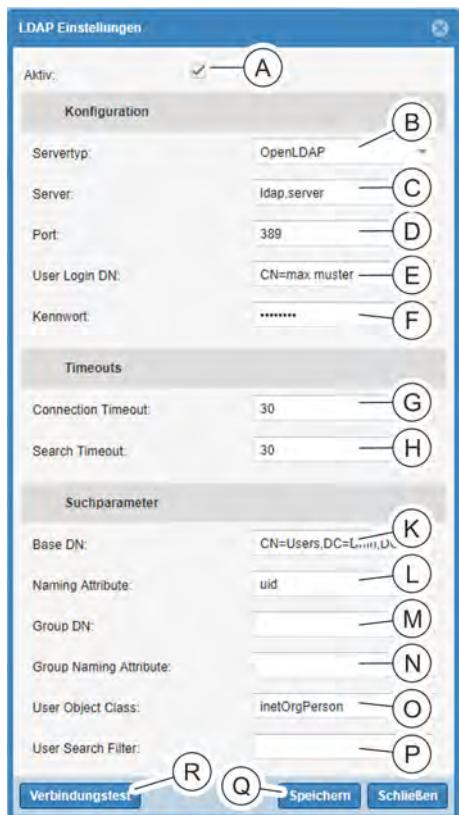

Fig. 144 : Fenêtre « Paramètres LDAP »
*Les champs de saisie « Group DN » (Fig. 144 /⑩), « Group Naming Attribute » (Fig. 144 /⑪) et « User Search Filter » (Fig. 144 /⑫) ne sont pas encore supportés dans la version actuelle et ne peuvent pas être utilisés.*
2. ➔ Cliquer sur la case « Activé » (Fig. 144 /Ⓐ) pour activer le service LDAP.
3. ➔ Dans le menu de sélection « Server Type », sélectionner le type de serveur du service d'annuaire utilisé (Fig. 144 /Ⓑ).
4. ➔ Saisir l'adresse IPv4 ou IPv6 ou encore le nom d'hôte du serveur du service d'annuaire (Fig. 144 /Ⓒ).
5. ➔ Saisir le port pour le service LDAP (le port standard est 389) (Fig. 144 /Ⓓ).
6. ➔ Pour la connexion au service d'annuaire, saisir l'utilisateur (User Login DN) (Fig. 144 /Ⓔ) et le mot de passe correspondant (Fig. 144 /Ⓕ).
7. ➔ Le cas échéant, saisir une valeur timeout pour l'établissement de la connexion avec le service d'annuaire, comprise entre 1 et 60 secondes (la valeur standard est 30 secondes) (Fig. 144 /Ⓖ).
8. ➔ Le cas échéant, saisir une valeur timeout pour la recherche dans le service d'annuaire, comprise entre 1 et 500 secondes (la valeur standard est 30 secondes) (Fig. 144 /Ⓗ).
9. ➔ Pour la recherche dans le service d'annuaire, saisir le point d'entrée (Base DN) (Fig. 144 /Ⓘ).
10. ➔ Si besoin, adapter le « Naming Attribute » (Fig. 144 /Ⓛ). Lors du choix du type de serveur, celui-ci est automatiquement réglé sur « sAMAccountName » pour « MS Active Directory » et sur « uid » pour « OpenLDAP ».
11. ➔ Si besoin, adapter l'« User Object Class » (Fig. 144 /Ⓜ). Lors du choix du type de serveur, celui-ci est automatiquement réglé sur « user » pour « MS Active Directory » et sur « inetOrgPerson » pour « OpenLDAP ».
- 12.** Vérifier la connexion au service d'annuaire en cliquant sur le bouton « *Test connection* » (Fig. 144 /®).
- 13.** Appuyer sur le bouton « *Enregistrer* » (Fig. 144 /@) pour confirmer la saisie.